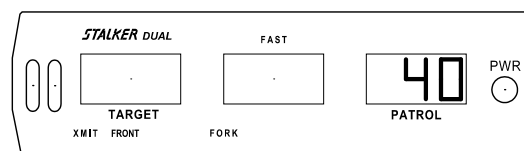
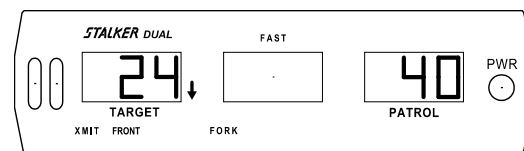

Fig 41
Fig 42
Pour faire un test au diapason: appuyez sur la touche **PWR**, appuyez sur la touche **MOV/STA** et choisissez un des modes stationnaires, appuyez sur la touche **SAME/OPP** pour choisir le mode en voie opposée, appuyez sur la touche **ANT** pour choisir l'antenne située en avant et appuyez finalement sur la touche **XMIT** pour activer le mode de transmission. Appuyez sur la touche **SELF TEST** et attendez que l'icône **FORK** s'allume suite à la séquence de vérification interne. Frappez les deux fourches du diapason sur une surface non-métallique comme le talon du soulier. Tenir rapidement le diapason à environ 5 cm en avant de l'antenne, en orientant le côté plus mince du diapason vers l'antenne. La fenêtre de patrouille devrait indiquer 40 ± 1 km/h (Fig. 41). Tenir rapidement le diapason à environ cinq (5) cm en avant de l'antenne, en orientant le côté plus mince du diapason vers l'antenne. La fenêtre de cible devrait enregistrer une vitesse de 24 km/h (Fig 42) qui est la différence de vitesse entre les deux diapasons. Refaire le test ci-dessus avec l'antenne arrière sélectionnée, si elle est installée.